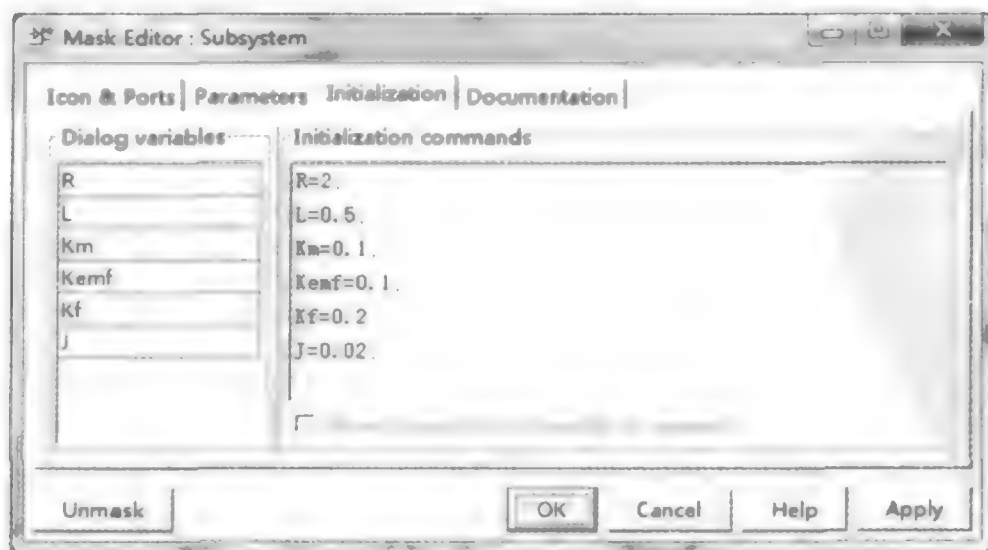

图 2.2.38 Initialization 选项卡
(3) Initialization 选项卡。Initialization commands 文本框用于输入用于初始化该模块的 MATLAB 命令。如果在该界面中输入如下命令，同样可以完成参数的赋值工作，如图 2.2.38 所示。